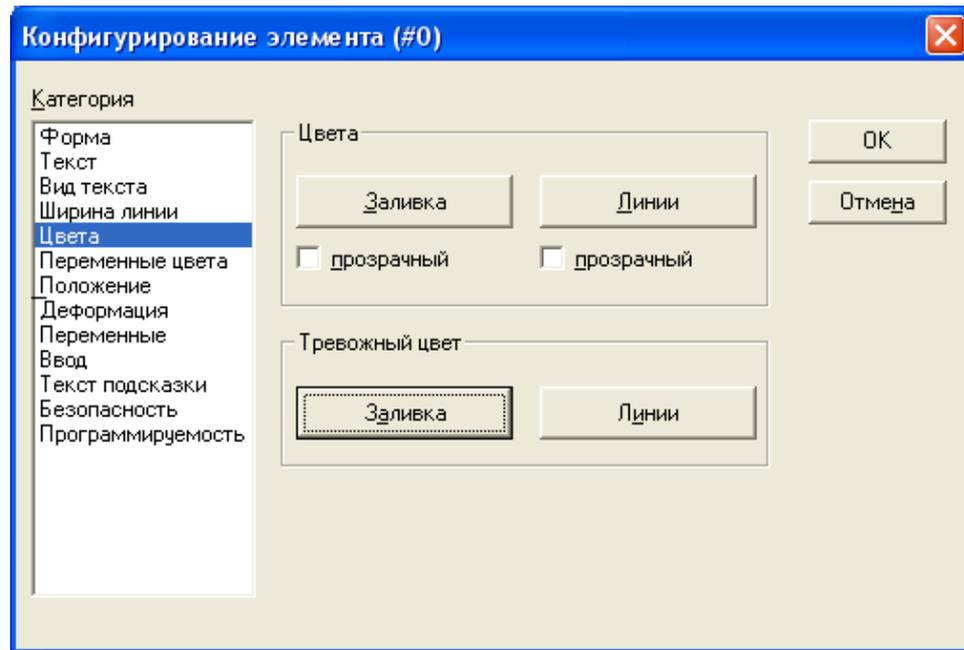

Рисунок 3 – Налаштування кольору елементу
- Натисніть кнопку **Заливка** в області **Тривожний колір** (рисунок 3) і виберіть червоний колір.